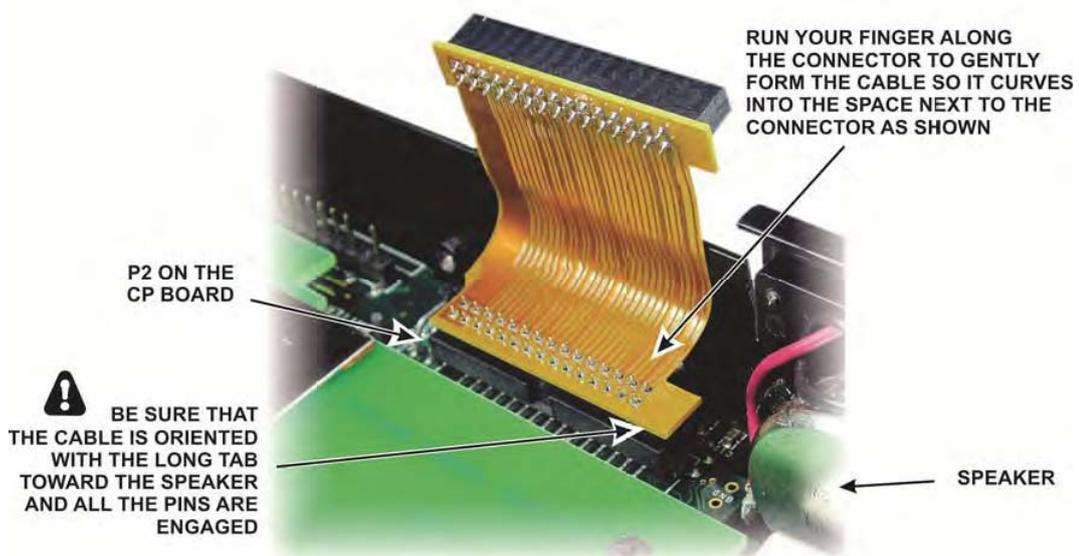

Figure 49. Plugging the Flex Cable into the RF Board.
□ 図49に示されるようなCPボード上のP2にフレックス・ケーブルを差し込んでください。それは、必ず示されるようなスピーカーの方へケーブル上の長いタブで適応させてください。
⚠ 注意：あなたが閉じるとともに、カバーは、示されるようなCPボード・コネクタの隣のスペースへフレックス・ケーブルが折り重なることを保証します。それがバッテリー・ホルダーの方へ折り重なることは可能にしないでください。フレックス・ケーブルがCPボード・コネクタの隣のスペースへ押すことに抵抗する場合は、優しく図49に示されるようなコネクタの端に沿ってそれに折り目を付ける指を使用してください。